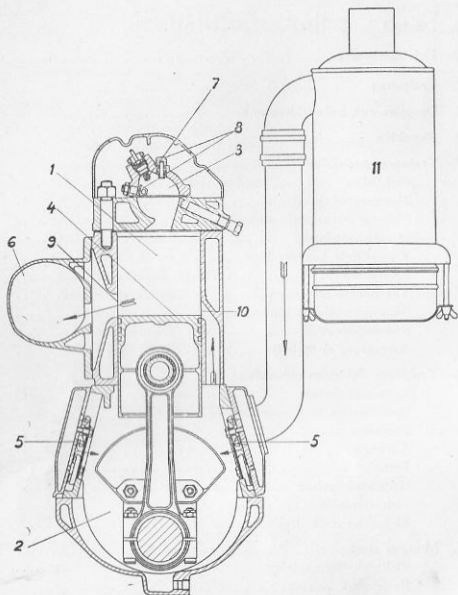

Fig. 1 Tvärsektion genom motorn
- A** Varje gång kolven (4 fig. 1) rör sig uppåt, öppnas luftventilerna (5 fig. 1) och luft suges in i vevhuset (2 fig. 1). Innan luften kommer till luftventilerna har den renats vid passering genom en effektiv oljeluftrenare (11 fig. 1).
- C** Då kolven befinner sig i sitt nedre vändläge är cylindern (1 fig. 1) fylld med ren luft. Under den uppåtgående rörelsen komprimeras luften i cylindern.
- D** Samtidigt som kolven rör sig uppåt försiggår automatiskt insprutning av brännolja i fint fördelat tillstånd i förbränningsrummet (3 fig. 1).
- E** Genom att startspiralen (7 fig. 1) före igångsättningen upphetats till rödvärme övergår brännoljan efter insprutningen i gasform och blandas med den komprimerade luften.
- Då motorn gått en stund och den elektriska strömmen till startspiralererna kopplats ifrån, äro propparna (8 fig. 1) i tändkulan så varma att förgasning sker vid brännoljans insprutning.